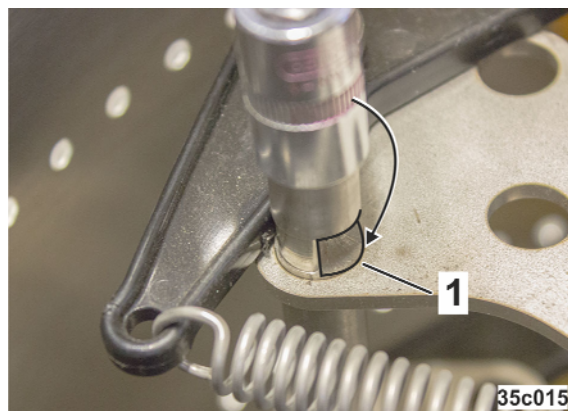

Fig. 286
3. Noten (Fig. 286/1) skal være fuldstændig løsnet fra betjeningshåndtaget (Fig. 284/2), aflastningsbolt i parkeringsposition (hulbedækningsrullerne er afspændte)